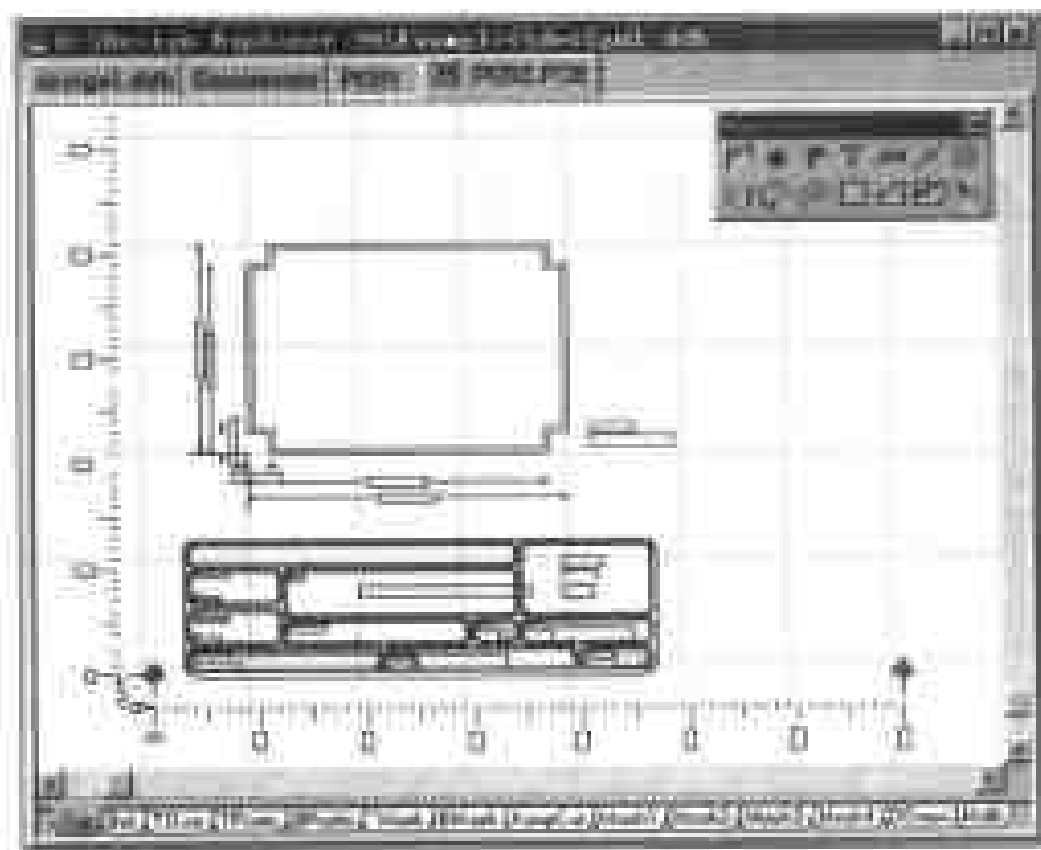

图 8-15 用户自定义的电路板
(16) 在此对话框中提供了 4 个输入框,它们是设置电路板时几个常用的尺寸。这 4 个输入框的功能如下:
(17) 设置了各个选项之后,单击 Next 命令按钮,打开下一个对话框,在此对话框中系统提示用户是否保存所做的设置,单击 Next 命令按钮,进入下一个对话框。在此对话框中系统给出提示,单击 Finish 命令按钮创建电路板。根据提示单击 Finish 命令按钮,结束定义电路板的操作,得到的电路板如图 8-15 所示。